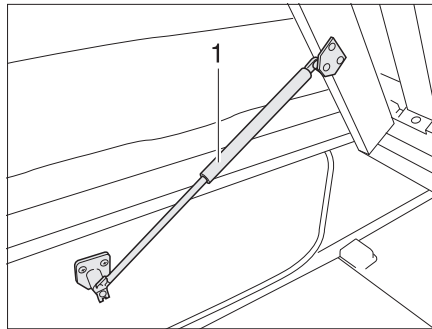

Bild 180 Festes Bett
- Lattenrost anheben. Die Gasdruck-Federn (Bild 180,1) halten den Lattenrost in geöffneter Stellung.